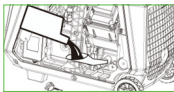

Fig. 2
- Ajoutez 0,45 L d'huile moteur. (Voir le tableau des huiles recommandées (Fig. 4, Fig. 2))